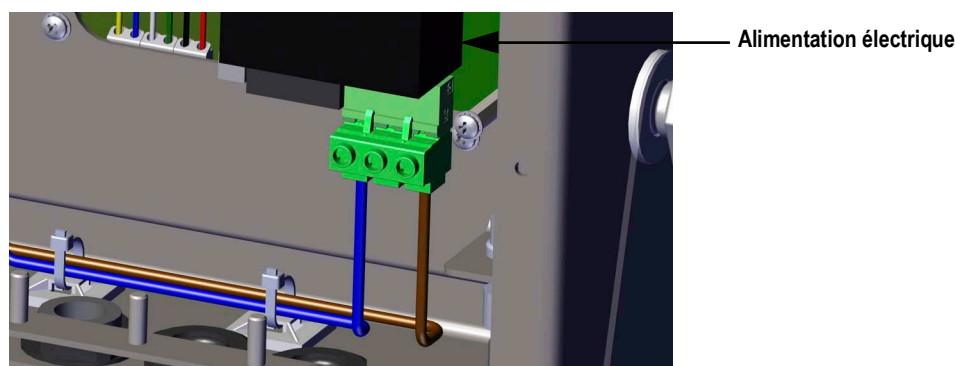

Figure 2-20. Branchement du câble d'alimentation en courant alternatif
1. Faire passer le câble par le presse-étoupe (non inclus), se reporter à la Figure 2-20.
3. Acheminer les deux autres fils à l'arrière de l'indicateur et connecter-les à la fiche à trois broches (réf. 152334) qui est reliée à la carte d'alimentation électrique. Se reporter à la Figure 2-20 et au Tableau 2-4, page 30.